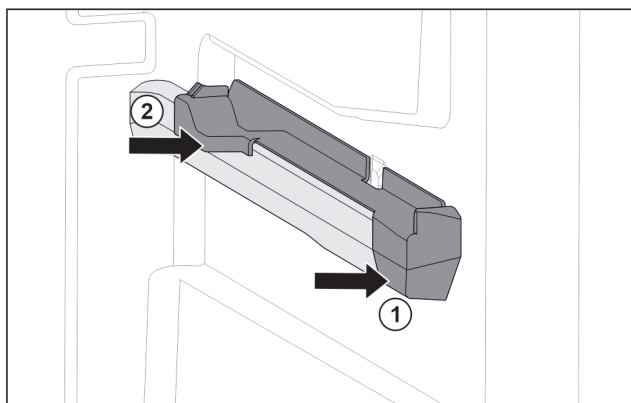

Fig. 132 Pjesa kapëse në brinjën e djathtë të kutisë
- Vendoseni pjesën kapëse përpara në brinjën e kutisë. Fig. 132 (1)
- Shtyni pjesën kapëse në pjesën e pasme. Fig. 132 (2)